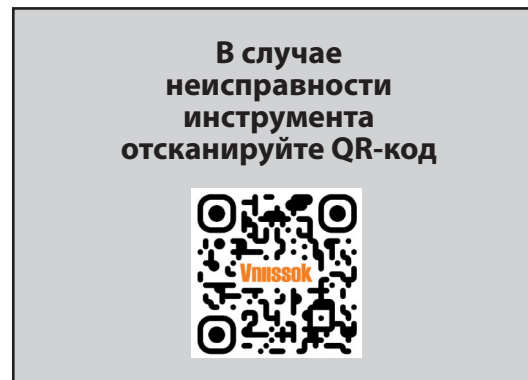

Рисунок 11
***Мы реализуем нашу продукцию только на онлайн-площадках. Пусть Вас не пугает незаполненный гарантийный талон, он тут для вашего удобства, и Вы можете его заполнить самостоятельно. Мы приглашаем Вас заполнить гарантийный талон онлайн на нашем сайте. <https://vniissoktools.ru/services/formallya-aktivatsii-garantiynogo-sroka/> Для удобства данная ссылка продублирована QR кодом (рисунок 11)**